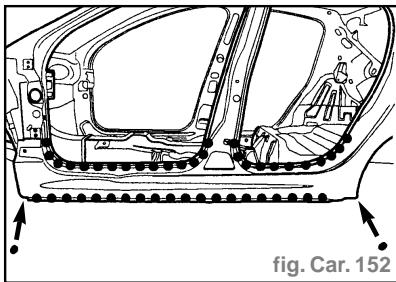

fig. Car. 152
- Souder par points électriques (avec l'équipement AB1) (fig. Car. 152).